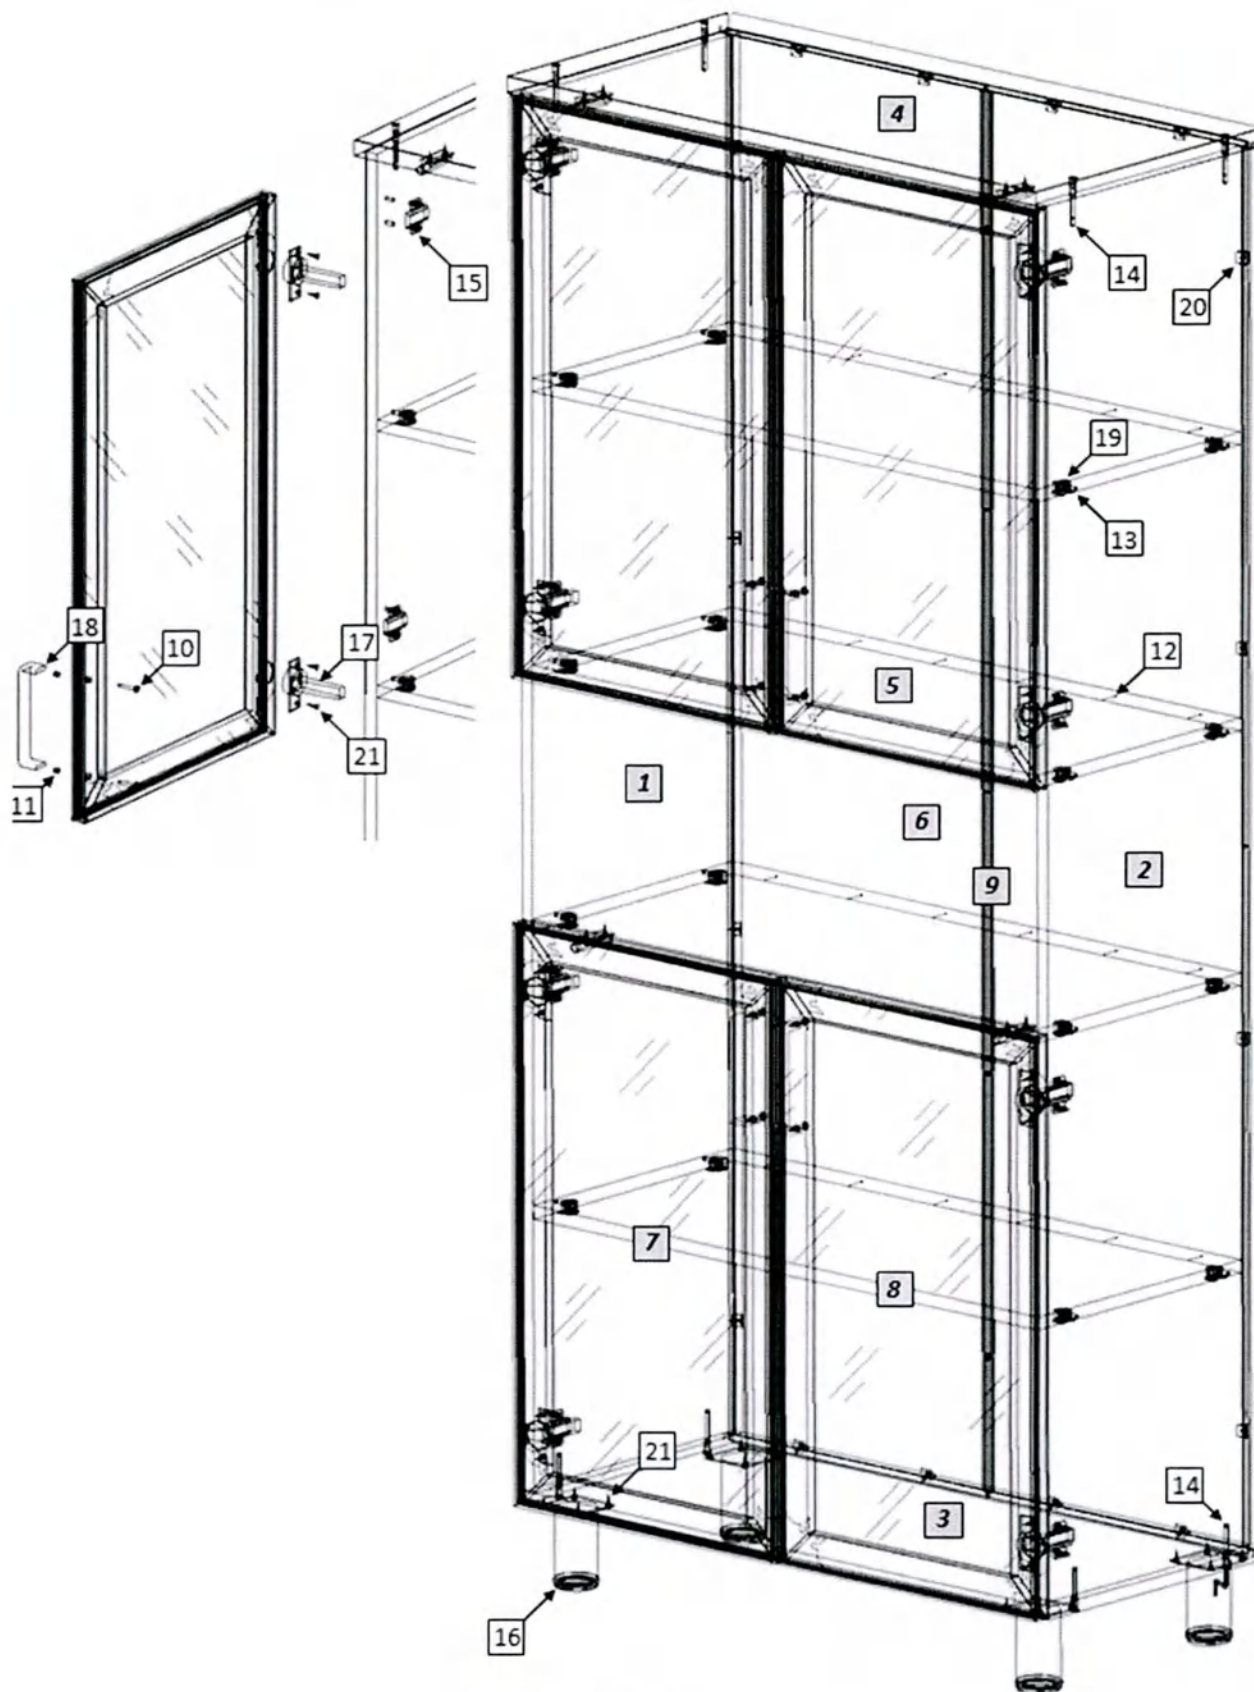

Рис. 1
1. Внимательно ознакомьтесь со схемой сборки, изображённой на рис. 1, сверяясь со спецификацией на изделие. Согласно схеме и спецификации определите расположение деталей в изделии и порядок их сборки. Сборка производится на ровном полу, укрытом материалом, предотвращающим повреждение покрытия пола и деталей мебели. Подготовьте необходимые для сборки инструменты – плоскую и крестовую отвёртки, молоток, рулетку или линейку.
2. На боковых стенках (1,2) установите ввинчиваемые дюбели эксцентриковых стяжек (22); установите монтажные планки петель (24). На горизонтальных стенках (5) установите эксцентриковые стяжки (28). Евровинтами (23) соедините боковые стенки (1,2) с горизонтальной нижней стенкой (3) и крышкой (4), установив в пазы задние стенки (6). В стык задних стенок устанавливается соединительный профиль (7). Закрепите задние стенки в пазах уголками (29). Установите и закрепите горизонтальные стенки (5), гвоздями (21) зафиксируйте к ним задние стенки. На горизонтальной нижней стенке (3) шурупами (30) закрепите опоры (25).
3. На фасадах (10,11) шурупами 4×16 (30) закрепите петли (26), установите ручки (27). На стеклянных дверях (8,9) установите петли (26) и ручки (27). Для правильной установки ручек на фасад из алюминиевого профиля в отверстия в стекле должны быть установлены